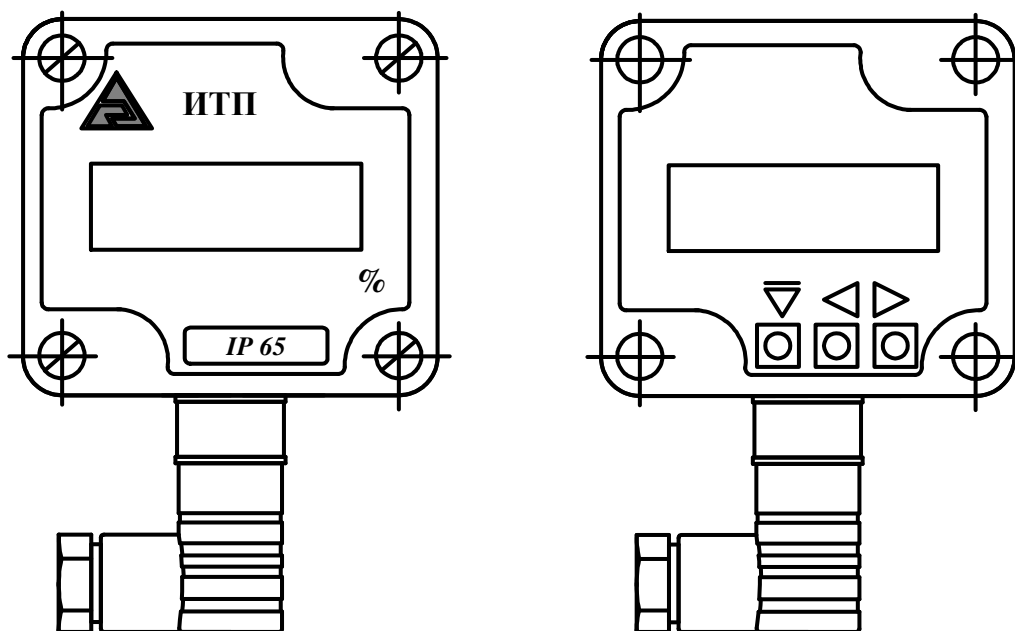
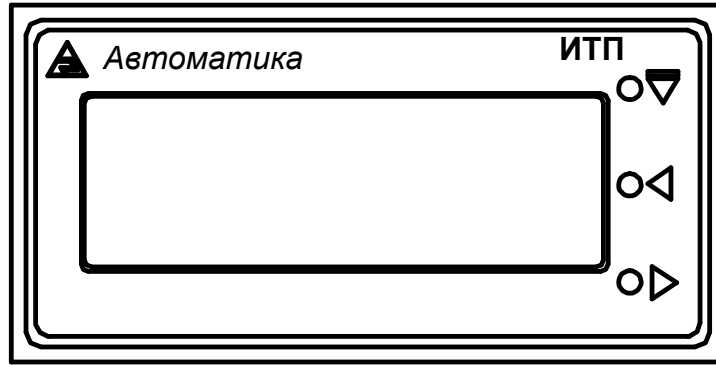

Рисунок 1 - Внешний вид передней панели прибора ИТП-Н1 и расположение кнопок (под крышкой)
Рисунок 2 - Внешний вид передней панели прибора ИТП-Щ1
4.4 На передней панели прибора (Рисунок 1, Рисунок 2) находятся:
- кнопки управления \triangleleft \triangleright и ∇ (в ИТП-Н1 – под крышкой, смотри Рисунок 1).